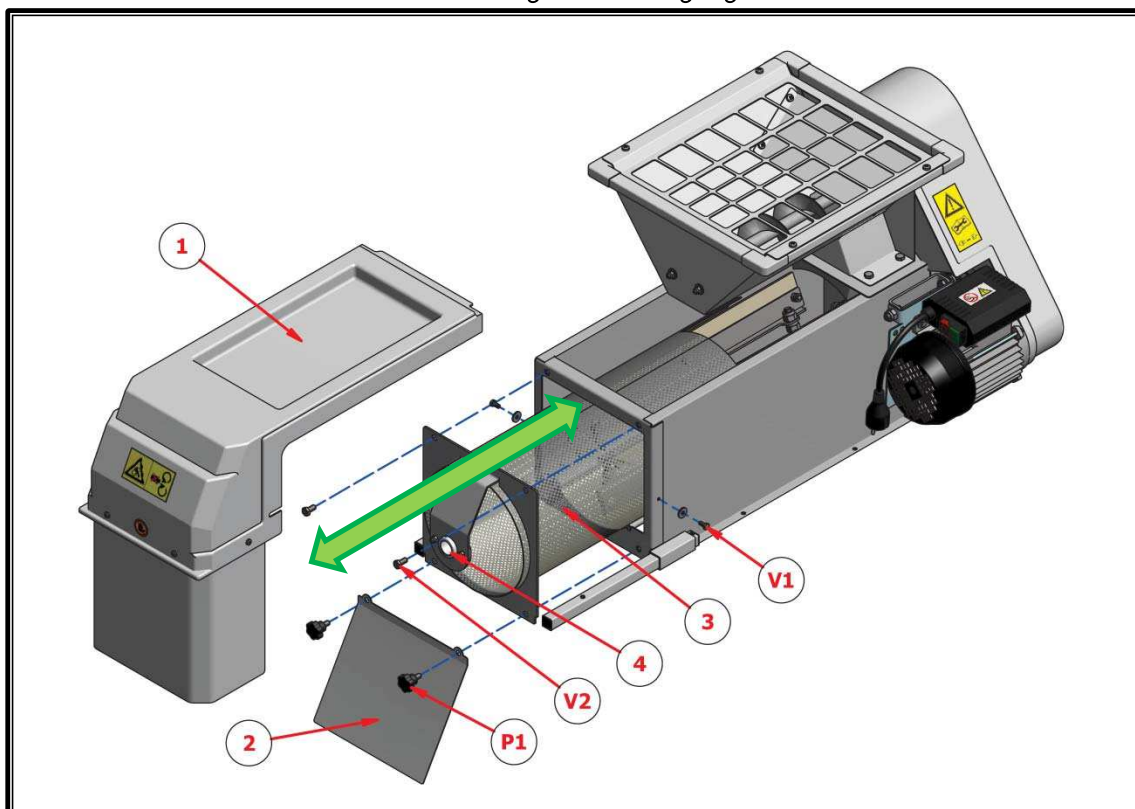
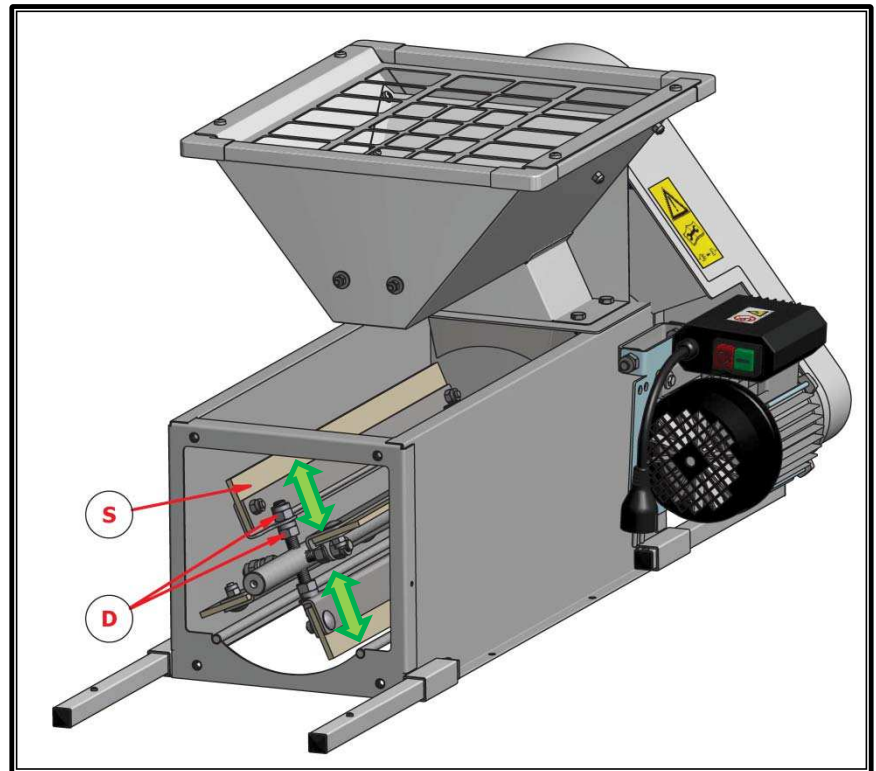

Abb. 5.1.3
Abb. 5.1.4
Um den Siebeinsatz auszutauschen, wie in Fig. 5.1.3 dargestellt vorgehen
Es kann die Notwendigkeit entstehen, dass der Abstand der Schaufeln vom Siebeinsatz geändert werden muss, um eine übermäßige Reibung der Steine am Sieb zu verhindern. Zur Einstellung das rückwärtige Gehäuse und den Siebeinsatz entfernen (Fig. 5.1.3) und wie in Abb. 5.1.4 dargestellt vorgehen:
- Das rückwärtige Gehäuse, die Rutsche und den Siebeinsatz wie in Abb. 5.1.3 entfernen;